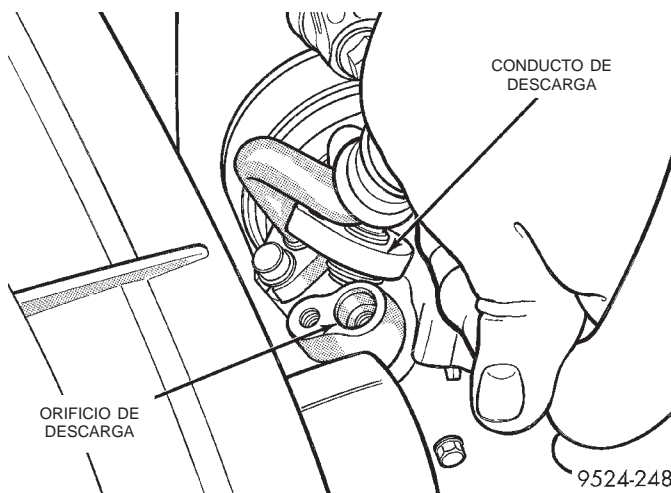

Fig. 34 Conducto en el compresor
- (4) Desconecte el conducto en el compresor del A/A (Fig. 34). Retire el conducto de descarga.